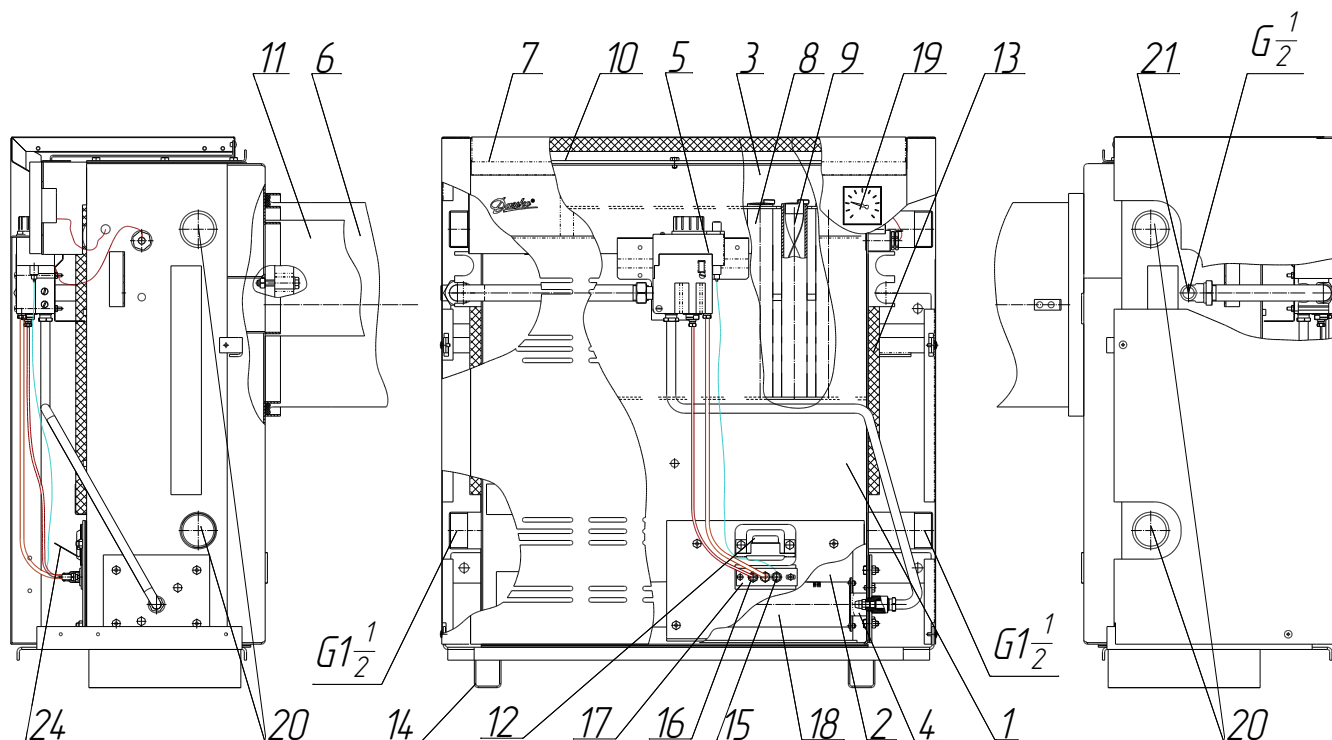
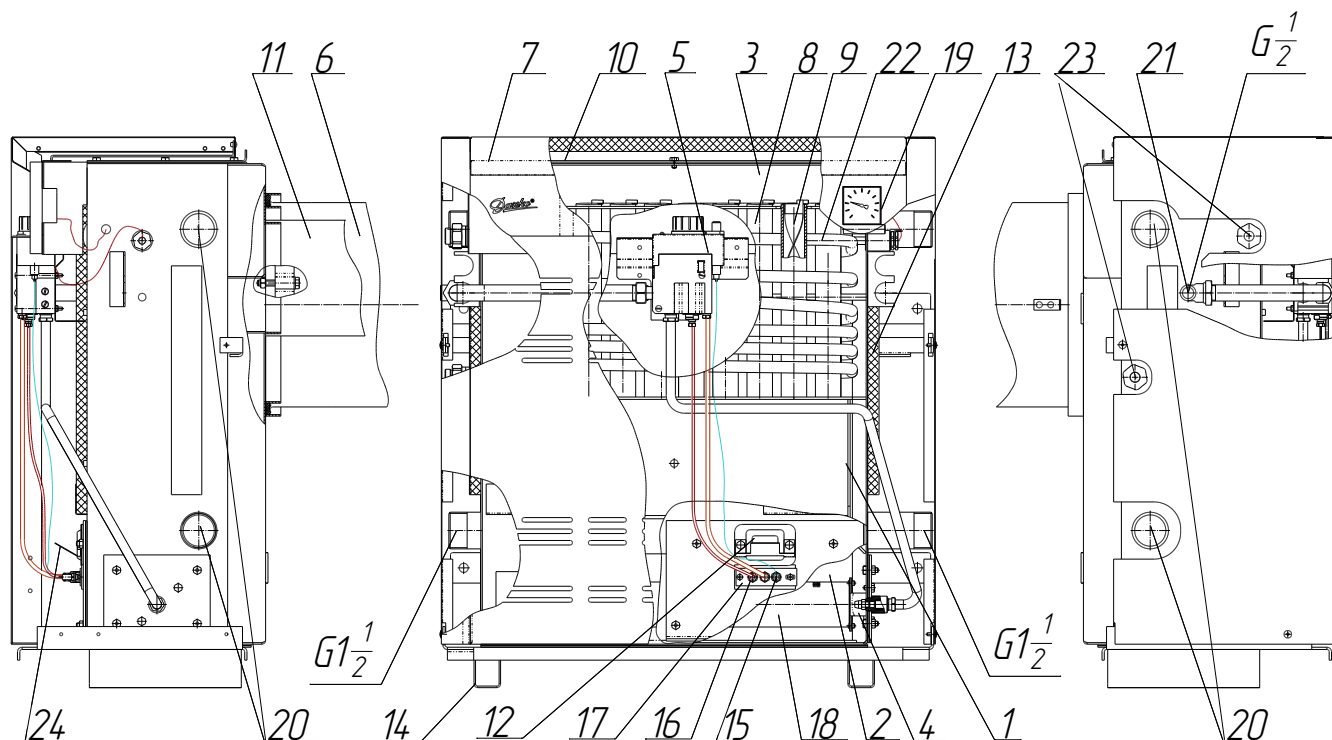

Рисунок 1.
Рисунок 2.
Котел (Рис.1,2) состоит из таких основных частей: теплообменника (корпус-1, топка-2, конвективный газоход-3), горелочного устройства-4, газовой автоматики-5, декоративного кожуха-7.
Автоматика управления газогорелочными устройствами «SIT» (Рис.1), состоит из термостатического устройства управления 630 EUROSIT - поз.5 с терморегулятором-2 и пьезокнопкой-1 (Рис.1а); пилотной горелки-17 с термопарой-16 и электродом-15.
Между корпусом-1 и декоративным кожухом-7 размещенная теплоизоляция-13. В котлах типа “Данко-7УВС” ... “Данко-15,5УВС” в корпус 1 вмонтирован водонагреватель-22 (Рис.2) в виде змеевика (из медной трубки) для горячего водоснабжения.
Газоход-6 представляет собой две эксцентрически расположенные одна в другой трубы, каждая из которых состоит из двух телескопически – соединенных секций, что позволяет изменять общую длину газохода в зависимости от толщины внешней стены отапливаемого помещения, в котором устанавливается котел. Внутренняя труба (поз.11) соединенная с верхним разрезом камеры сгорания есть дымоход, по которому продукты сгорания из котла выводятся за пределы помещения. Внешняя труба есть воздуховод, по которому внешний воздух, необходимый для горения газа, поступает в топку котла. Чистка дымогарных труб корпуса котла проводится при снятом декоративном кожухе, крышке корпуса котла и вынутой основной горелке. Для того чтобы снять основную горелку – 18 необходимо отсоединить горелочное устройство – 4 и пилотную горелку – 17 (Рис.2) отвинтить гайки – 1 (Рис.2а) снять горелочное устройство вместе с горелкой. Имеется возможность достать основную горелку через переднюю стенку теплообменника, для чего необходимо отвинтить гайки - 3 и снять крышку – 5 (Рис.2а) открутить болты – 2 и вынуть горелку. При установке
Подключение котла к системе отопления проводится с помощью патрубков-20, которые расположены по обе стороны котла, для более удобного подключения; к газовой магистрали через патрубок-21 (возможно подключение с двух сторон); к системе горячего водоснабжения через патрубки-23 (Рис.2). Включение пилотной горелки производится пьезокнопкой -1 (Рис.1а). Указатель температуры-19 служит для визуального контроля температуры воды в котле.
Рисунок 1а.
Рисунок 2а.
7.8.1. При применении автоматики «630EUROSIT» (Рис.1):
-убедитесь, что котел выключен - точка белого цвета на ручке 2 (см. рис.1а) совмещена с знаком „звездочка” на панели;